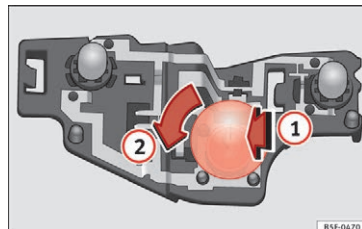

Fig. 114 Pærenes placering i pæreholderen
- Tryk pæren lidt ind i pæreholderen **1**, drej den derefter mod venstre **2**, og tag den defekte pære ud » **Fig. 114**.